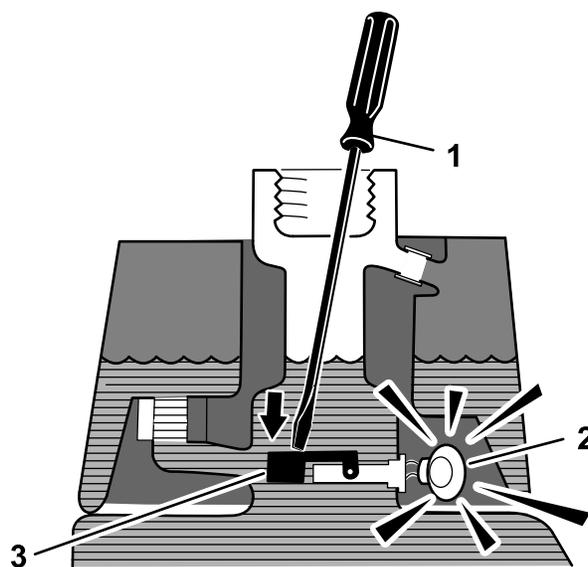

Рисунок 46
3. Вставьте чистый стержень или отвертку в горловину бака и слегка нажмите на поплавок переключатель (Рисунок 46). После секундной задержки должен прозвучать предупреждающий звуковой сигнал.